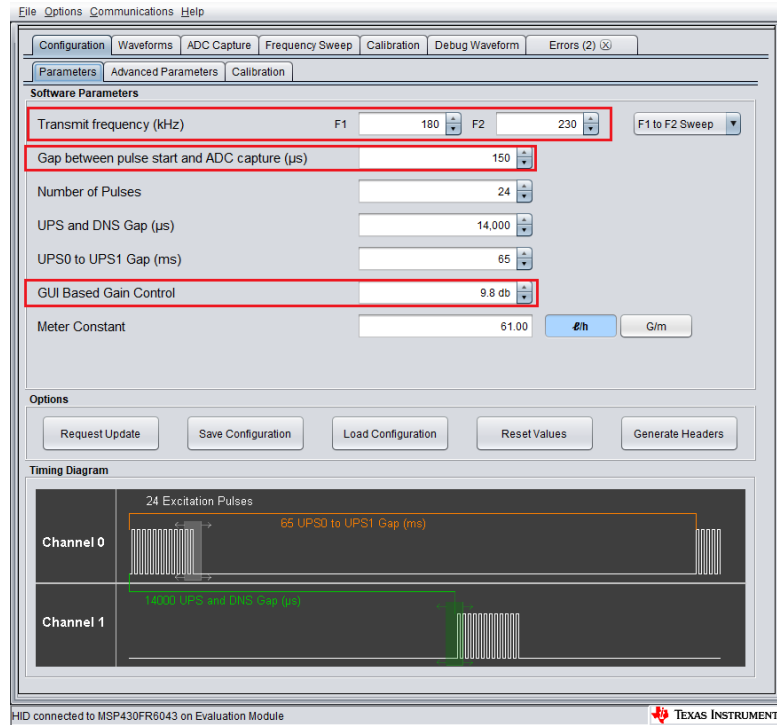

图 8 USS GUI: 参数配置
- 连接完成之后，可以进行 USS 模块的参数配置，如图 8 所示，对于刚开始使用，你需要调整的仅仅是 Transmit frequency(KHz)、Gap between pulse start and ADC capture(us)、GUI Based Gain Control 这三个参数。分别控制着换能器工作频率、超声波发送时刻到 ADC 开始采集回波的时间间隔、信号增益这三个变量。对于这个页面的所有参数及按钮信息如下：